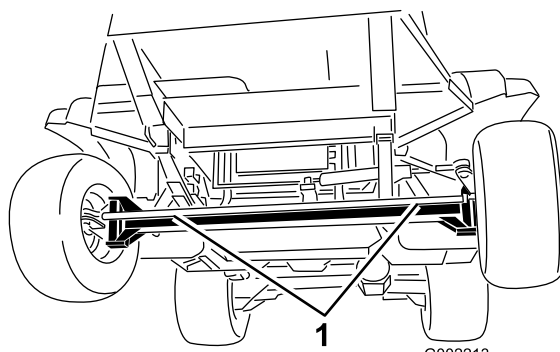
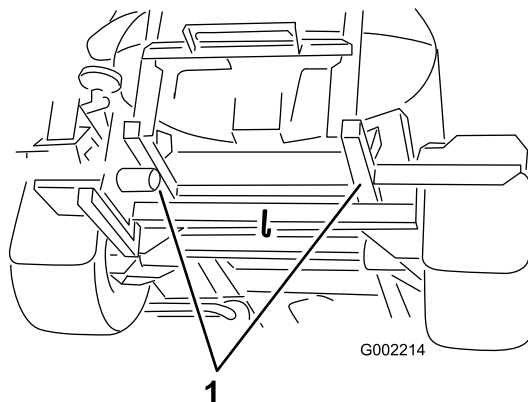

Figura 94
Figura 95
4. Conecte un cable de remolque al bastidor; consulte los puntos de remolcado delanteros y traseros (Figura 94 y Figura 95).